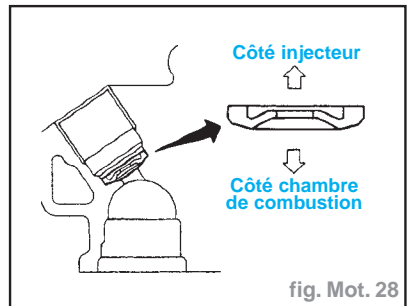

fig. Mot. 28
- le joint plat de l'extrémité de l'injecteur (fig. Mot. 28).